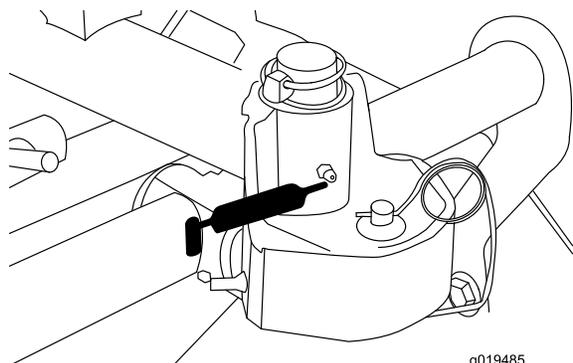

図 41
- ・ カuttingユニットのキャリアフレームとピボット (各2) 図 41.